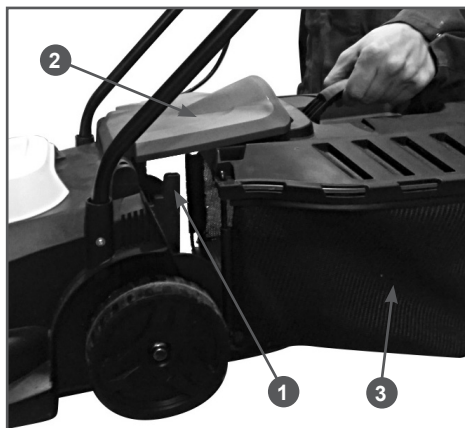

Рис. 8 Установка травосборника
7. Поднимите заднюю крышку деки 2 и установите травосборник 3 на специальные выступы 1 на корпусе газокосилки, как показано на Рис. 8.